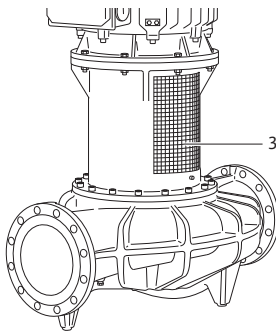

Fig. 48: Namontovaný plech na ochranu spojky
- Čerpadlo prevádzkujte iba s namontovanými plechmi na ochranu spojky (Fig. 48, Poz. 3).